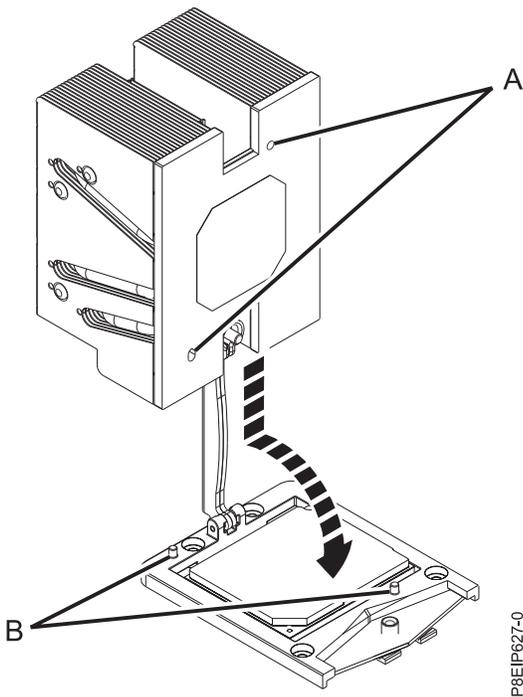

Figure 68. Installation du dissipateur thermique
10. Installez le nouveau dissipateur thermique fourni dans le jeu d'unités FRU. Le matériau d'interface thermique est pré-appliqué au dissipateur thermique. Abaissez avec soin le dissipateur thermique sur le module processeur système en passant le bras de chargement par le dissipateur thermique. Vérifiez que les trous du dissipateur thermique **(A)** sont alignés avec les broches de guidage **(B)** sur le connecteur, comme indiqué dans la figure 68.